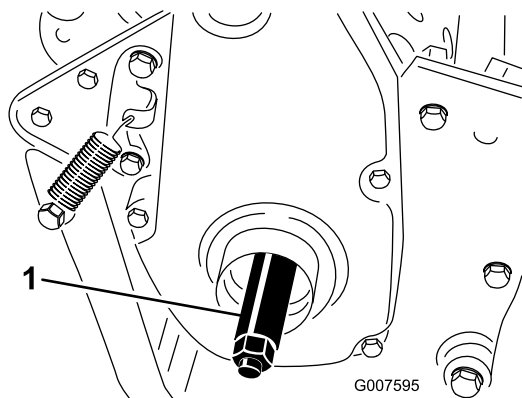

Figure 6
3. Vissez l'arbre de la roue droite sur la poulie d'entraînement du côté droit de la machine (Figure 6).